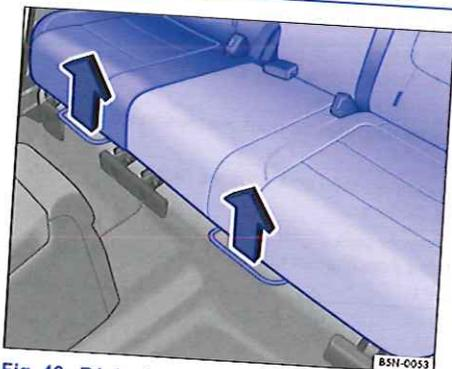

Fig. 46 Réglez la banquette arrière.
- Tirez le levier droit ou gauche vers le haut dans le sens de la flèche  $\rightarrow$  fig. 46 et déplacez la partie respective de la banquette arrière vers l'avant ou l'arrière dans le sens de la longueur.